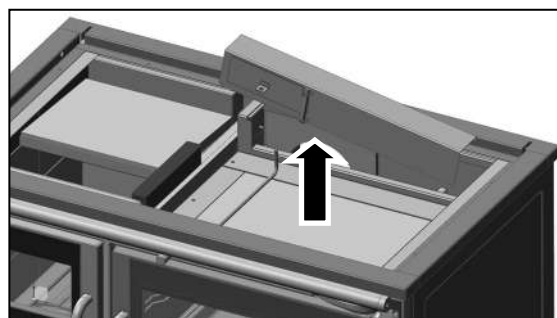

FIG. 23
3. A tampa de acesso à chaminé é extraída junto da válvula de tiragem directa para cima (FIG. 23).